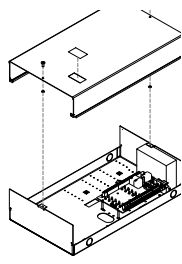

Fig. 6
3. Apertura frontale: si ottiene svitando le due viti presenti frontalmente sul coperchio, smontando le viti con dado presenti nelle cerniere e rimontando il coperchio utilizzando esclusivamente le due viti frontali (fig.6).